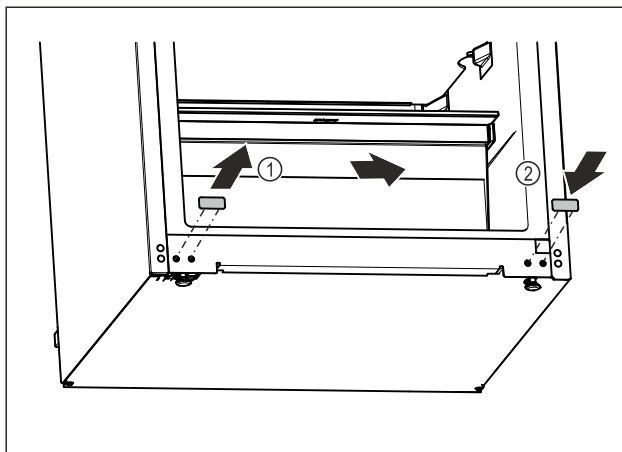

Fig. 16
- Trek de afdekdop eruit. Fig. 16 (1)
- Plaats de afdekdop aan de andere kant. Fig. 16 (2)